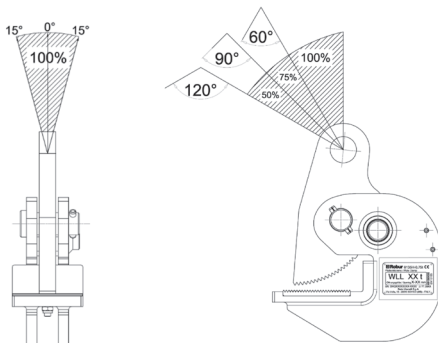

Fig. 8
**⚠ ATENCIÓN:** En caso de elevación en ángulo, la capacidad de carga debe reducirse según el diagrama de la Fig. 8.